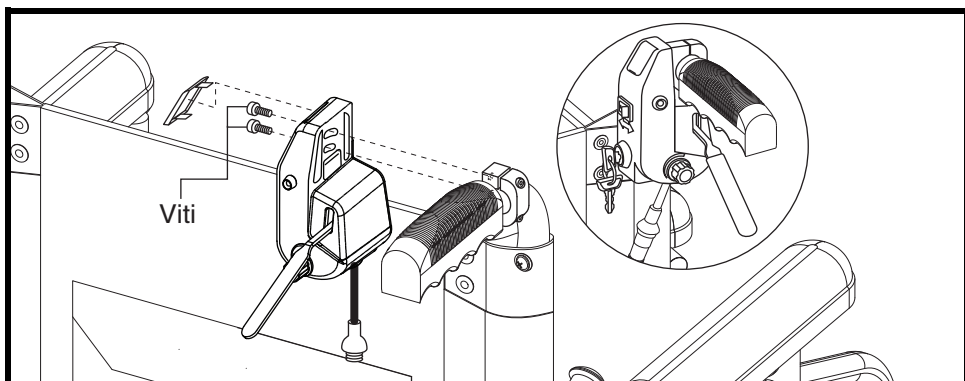

Figura 4. Installazione del supporto della centralina
9. Inserire il supporto del modulo di comando su una delle aste posteriori della carrozzina, verificando che lo schienale non tocchi il supporto della centralina quando è inclinato, se disponibile. Stringere gli accessori. **Vedere figura 4.**
4. Installare la prolunga del manubrio in modo che il lato piatto della prolunga poggi contro il supporto della centralina. **Vedere figura 4 e figure 6.**